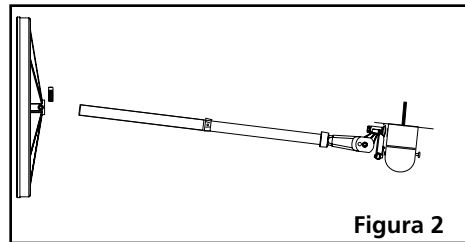

Figura 2
1. Coloque el conjunto de la columna y el motor sobre el piso a un lado de la base. Incline el extremo del conjunto de la base. Tome el tubo inferior de la columna e insértelo en la brida de montaje. **(Figura 2)**
2. Afloje los dos (2) pernos de cabeza hexagonal Allen 3/8-16 X 3/8 pulg. en la brida de montaje. De esta manera se asienta la columna en la parte inferior de la base después de colocar el ventilador en posición vertical.
4. Apriete los dos (2) pernos de cabeza hexagonal Allen 3/8-16 X 3/8 pulg. en la brida de montaje.